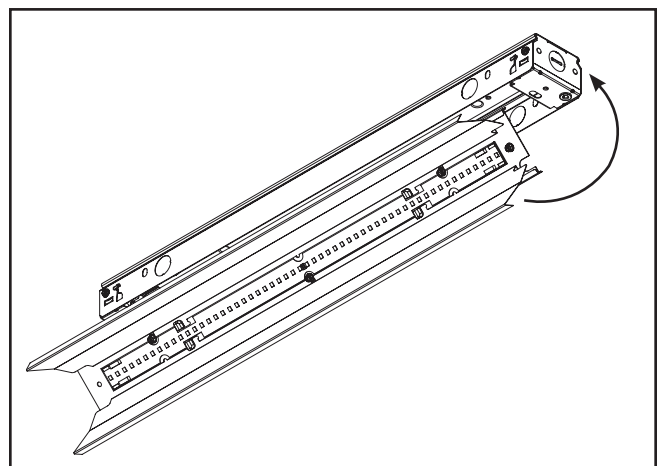

Figure 3.
3. Fermer le couvercle profilé en U. (Figure 3.)